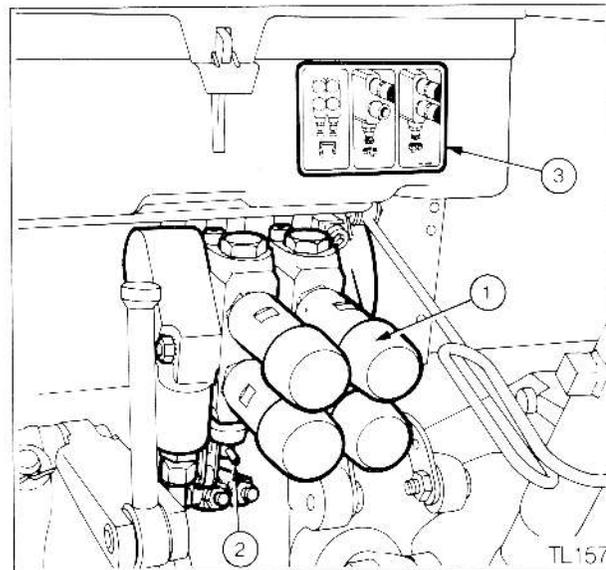

Fig 28
Le bloc de distributeurs se trouve à l'arrière du tracteur (1 Fig. 28). Chaque distributeur comporte un axe de réglage à sa base pour la sélection du fonctionnement à simple ou à double effet (2).
Pour actionner les vérins à simple effet, dévisser à fond l'axe de réglage (2 Fig. 28) et n'utiliser que le raccord marqué (1) ou (3). Pour étendre le vérin, tirer le levier en arrière; pour fermer le vérin, pousser le levier en avant.
Pour actionner les vérins à double effet, visser à fond l'axe de réglage (2 Fig. 28) et brancher le flexible venant du côté du vérin qui commande l'extension au raccord marqué (1) ou (3), et le flexible de retour au raccord marqué (2) ou (4). Pour étendre le vérin, tirer le levier en arrière. Pour fermer le vérin pousser le levier en avant.